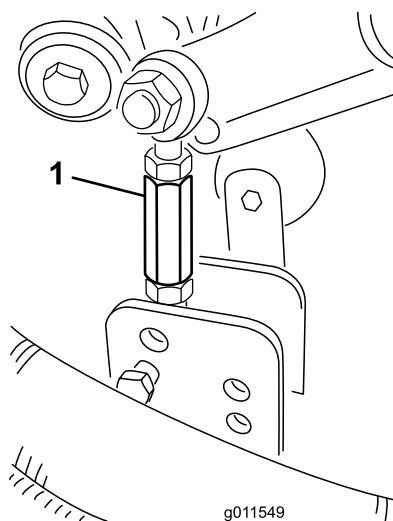
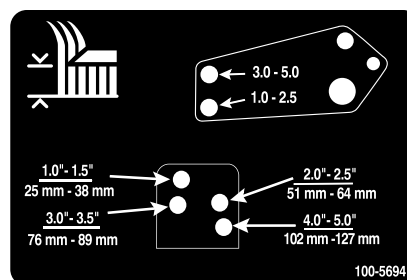

Figure 26
Figure 27
- Enlevez les goupilles fendues et les axes de chape qui fixent les biellettes d'amortisseurs aux supports du plateau de coupe (Figure 26). Alignez les trous de la biellette d'amortisseur et ceux du support de hauteur de coupe sélectionnés dans le cadre du plateau de coupe (Figure 27), puis insérez les axes de chape et posez les goupilles fendues.